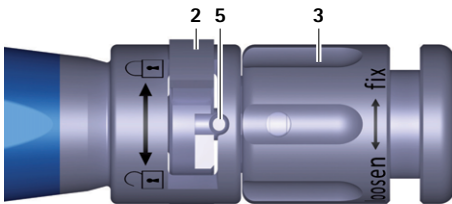

Fig. 4 Närbild av insättningsinstrumentet med fastspänt provimplantat/implantat
- Vrid vridmuttern 3 på insättningsinstrumentet **A** medurs (riktning "fix") tills provimplantatet är fastspänt, se Fig. 4.
- Vrid vridmuttern 3 på insättningsinstrumentet A medurs (riktning: "fix") tills implantatet är fastspänt, se Fig. 4.